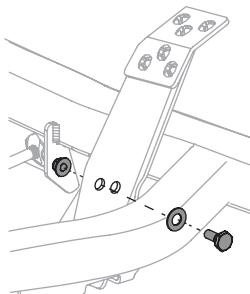

Figure 37
2. Retirez le boulon hexagonal, la rondelle et l'écrou hexagonal près du centre de la pédale. Voir Figure 37.
- Réinstallez le matériel précédemment retiré et serrez l'écrou à 38-47 N·m (28-35 pi-lb). Voir Figure 37 à la page 95.